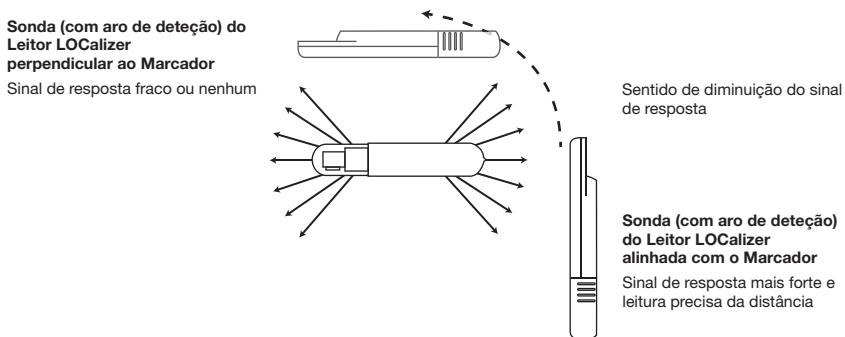

FIGURA 3. Avaliação da localização/posição do Marcador com a Sonda com aro de detecção utilizando a força do sinal (não à escala)
* Conforme medido desde o centro da sonda com aro de deteção até à extremidade do Marcador (*Figura 3*)
NOTA: A exibição do som e da distância atinge o máximo quando o Marcador se encontra alinhado e diretamente sob a superfície da cabeça de detecção (Figura 3). A identificação do local do Marcador pode ser melhorada deslocando a Sonda até detetar ambas as extremidades do Marcador.